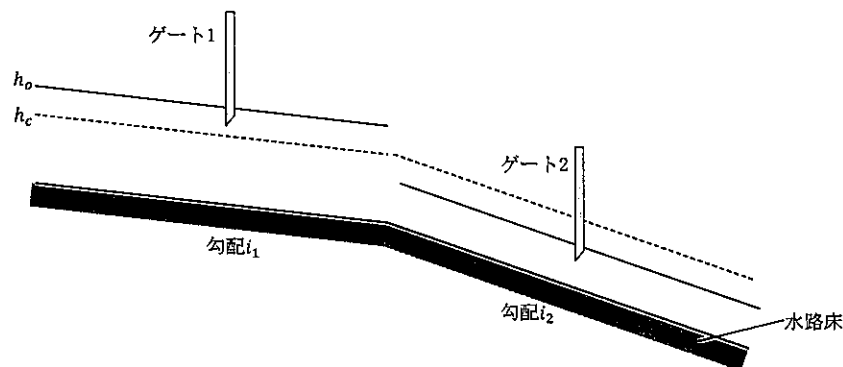

図 2
2. 図-2 のように、途中で水路床勾配が $i_1$ から $i_2$ に変化する十分に長い広幅長方形断面の水路がある。この水路に単位幅流量 $q$ の水を流すとき、取り得る水面形の形状を以下の手順で考える。As shown in Figure 2, there is a sufficiently long wide rectangular cross-sectional channel with a channel bed slope that changes from  $i_1$  to  $i_2$  along the way. When the water of unit discharge  $q$  flows through this channel, the possible shapes of the water surface are considered in the following manner.
(3) (1)及び(2)に従って限界水深と等流水深をそれぞれ求めると、水路床勾配が変化する上流側では $h_o > h_c$ 、下流側では $h_o < h_c$ となったとする。上流側・下流側の水路はそれぞれどのように呼ばれるか答えよ。さらに、これらの条件において、ゲート1、ゲート2が図-2のように設置されているとき、水面形の概略を描け。また、水面形の名前( $M_1$ や $S_2$ など)と水面形が決まる向きを矢印で記せ。途中で限界水深をとる場合や、跳水となる場合があれば、そのおおよその位置を示せ。Suppose that, following (1) and (2), the critical depth and the normal depth, respectively, are found to be  $h_o > h_c$  upstream and  $h_o < h_c$  downstream, where the channel bed gradient changes. What are the upstream and downstream channels called, respectively? Furthermore, under these conditions, when Gate 1 and Gate 2 are installed as shown in Figure 2, draw a rough sketch of the water surface shape. Also, indicate the name of the water surface shape ( $M_1$ ,  $S_2$ , etc.) and the direction in which the water surface shape is determined by the arrows. Indicate the approximate location of the critical depth or hydraulic jump, if any.